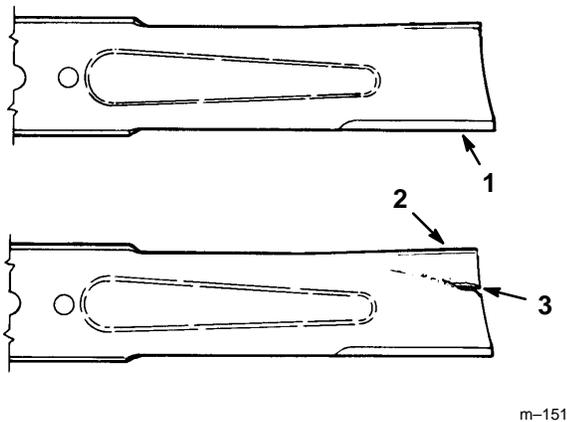

Abbildung 56
1. Die Schneidkanten untersuchen (Abb. 56). Wenn die Kanten nicht scharf sind oder Kerben haben, müssen die Messer ausgebaut und geschärft werden. Siehe "Schärfen der Schnittmesser" auf Seite 52.
2. Die Schnittmesser untersuchen, insbesondere den gebogenen Bereich (Abb. 56). Wenn Schäden, Verschleiß oder Kerben in diesem Bereich bemerkt werden (Punkt 3 in Abb. 56), muß sofort ein neues Schnittmesser installiert werden.